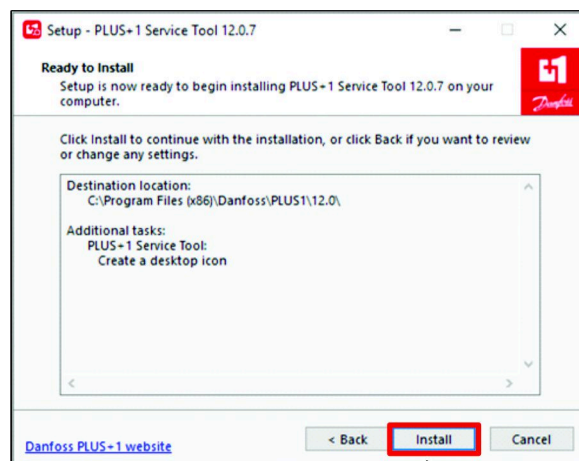

Figura 26
8. En el cuadro de diálogo Listo para instalar, haga clic en el botón INSTALAR (Figura 26).